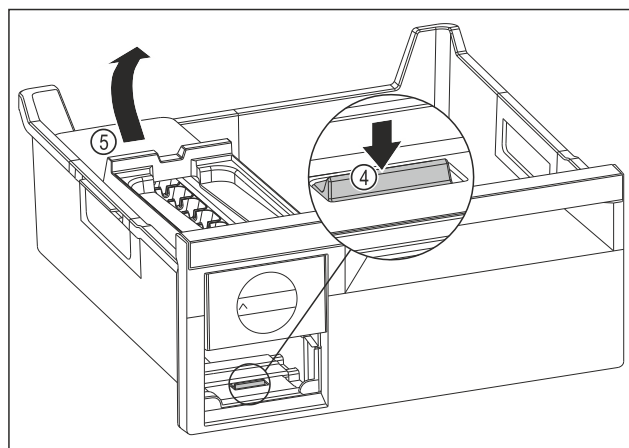

Fig. 183
- ▶ EasyTwist-Ice-corpus wegnemen: Strip Fig. 183 (4) met uw vinger omlaag drukken en gelijktijdig met de andere hand de EasyTwist-Ice-corpus Fig. 183 (5) van achteren optillen.